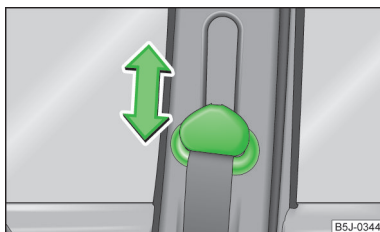

Fig. 112
- Premere il rinvio nella direzione desiderata, spostando la cintura verso l'alto o verso il basso nella posizione desiderata» fig. 112.